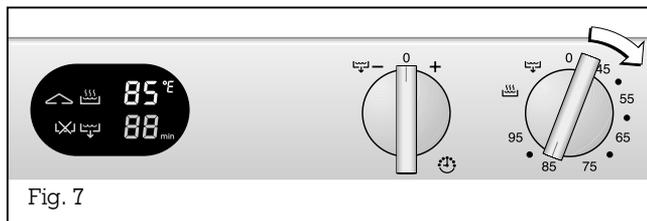

Fig. 7
- Girate la manopola di comando "Temperatura" sul valore desiderato oppure sullo stadio di cottura al vapore (Fig. 7).